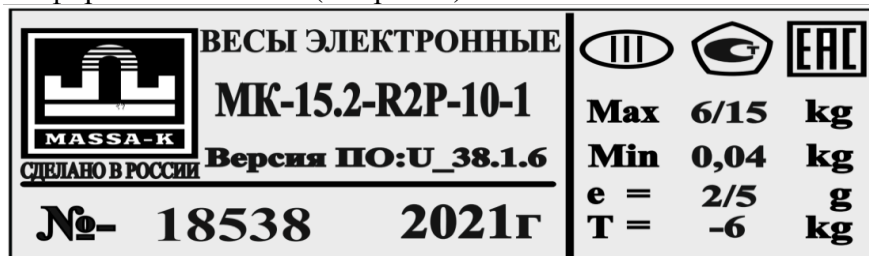

Рисунок 3 – Планка фирменная весов
6.1 Метрологические характеристики весов (класс точности, Max, Min, e, d) определяются согласно значениям на фирменной планке (см. рис. 3).